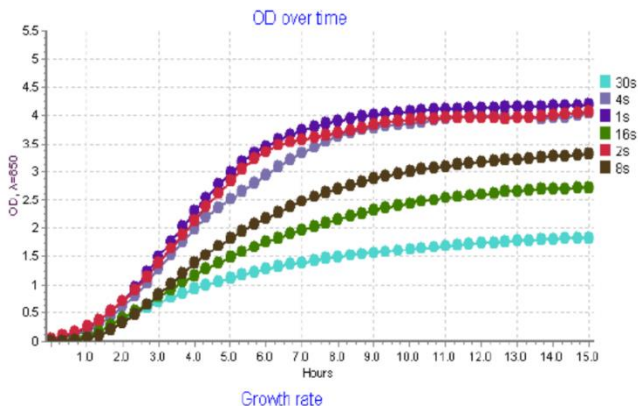
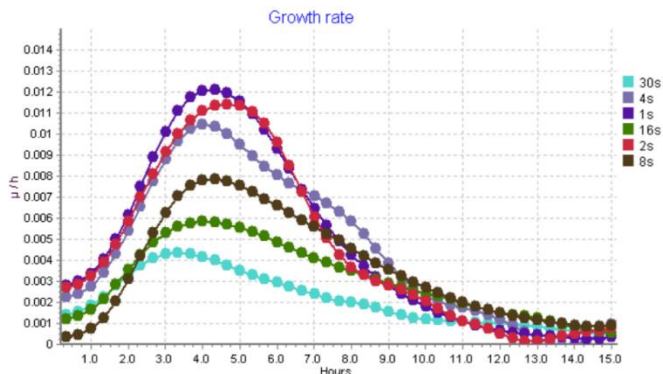

Рисунок 5. Влияние интервала реверсивного вращения на динамику роста ($\Delta OD_{\lambda=850 \text{ nm}} / \Delta t$) по отношению к времени ферментации (ч).
Рисунок 6. Влияние интервала реверсивного вращения на скорость роста ($\Delta OD_{\lambda=850 \text{ nm}}/\Delta t$) по отношению к времени ферментации (ч)
Известно, что аэрация влияет на рост и скорость роста аэробных микроорганизмов. Интервал реверсивного вращения влияет на скорость поступления кислорода в пробу. Полученные результаты указывают на то, что максимальная скорость деления клеток отмечается при интервале 1 реверсивное вращение в секунду (1 c^{-1}), при скорости 2000 об/мин. Увеличение пауз между реверсивными вращениями ведет к снижению скорости роста клеток, достигая 50% от максимального значения, когда интервал реверсивного вращения равен 30 c^{-1} (см. рис. 5. и рис. 6.).
8.2.1. Описание эксперимента (рис. 5.): Применялось устройство регистрации роста клеток в режиме реального времени RTS-1 / RTS-1C со светодиодом с длиной волны 850 нм; используемый микроорганизм: *Escherichia Coli* BL21; объем среды Лурия-Бертани в пробирке Falcon емкостью 50 мл составляет приблизительно 15 мл; интервал реверсивного вращения (RSI) 1, 2, 4, 8, 16, 30 c^{-1} ; частота измерений (MF) составляет приблизительно 10 мин^{-1} ; скорость вращения реактора 2000 об/мин; температура 37°C; диаметр пор фильтра (для аэрации) 0,25 мкм.